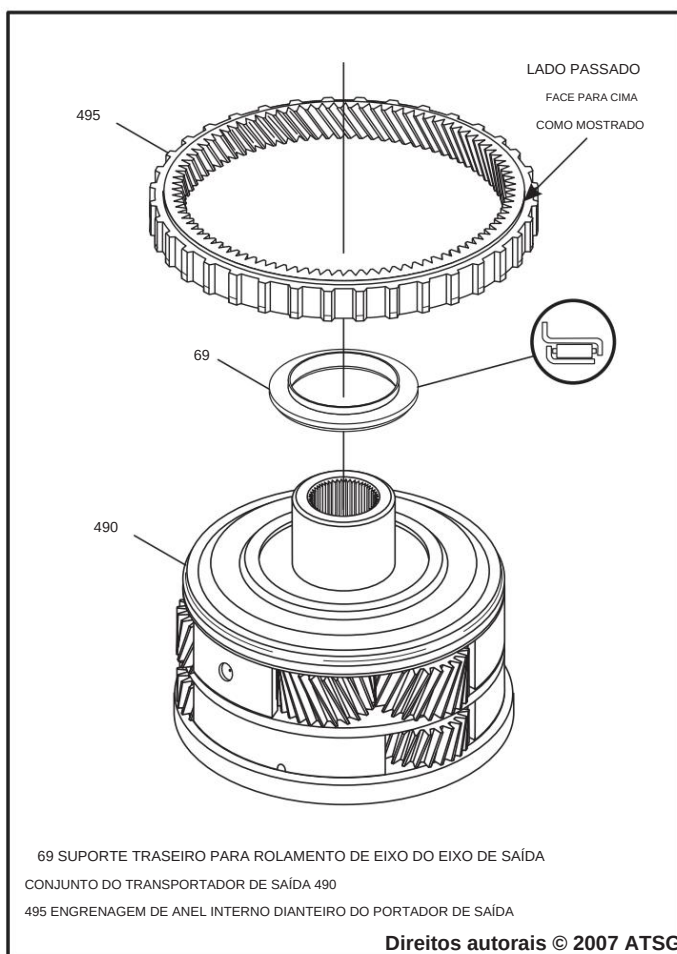

Figura 130
18. Coloque o conjunto do suporte planetário traseiro pré-montado em uma superfície de trabalho plana com o lado do anel elástico voltado para baixo, conforme mostrado na Figura 130.
19. Instale o transportador de saída no rolamento axial do eixo de saída no transportador na direção mostrada na Figura 130.
20. Instale a coroa interna dianteira do transportador de saída no transportador com o lado escalonado voltado para cima, conforme mostrado na Figura 130, e engate-a no conjunto inferior de engrenagens do pinhão do transportador.